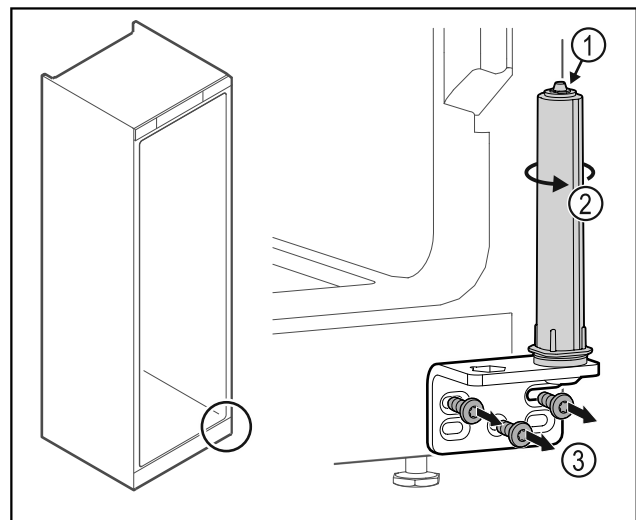

Fig. 25
- Nerozebírejte uzavírací systém dvířek Fig. 25 (1).
- Otáčejte uzavíracím systémem Fig. 25 (2), dokud nezacvakne.
- Odšroubujte úhelník závěsu Fig. 25 (3).